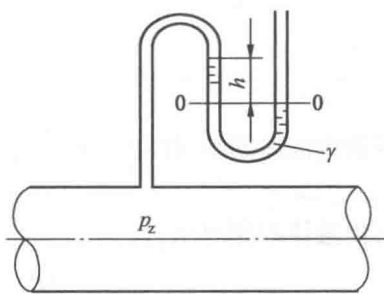

图 1-6 题 6
6. 图 1-6 所示为一吸风管道，已知 U 形管中的水面高差 $h = 300 \text{ mm}$ ，求风管中的真空度 p_z 。